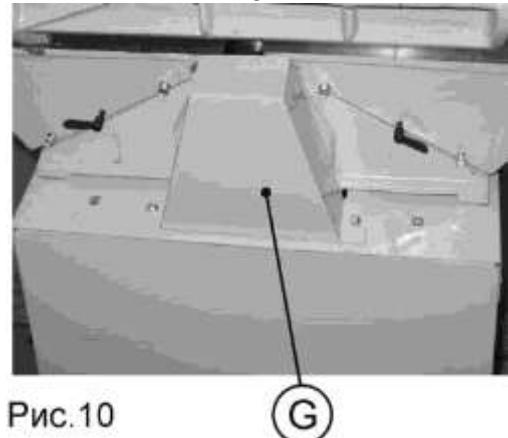

Рис.10
8.2.3. Установите кожух шкива строгального вала (Q), Рис. 10.